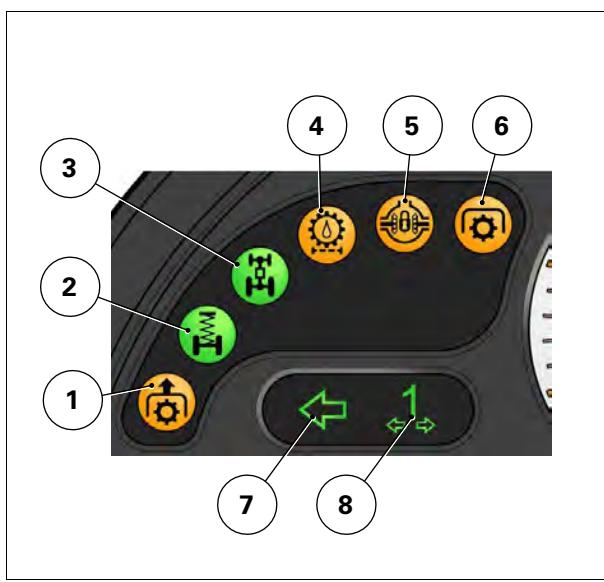

Рис. 4.
- (3) Панель световых индикаторов работы МОМ/подвесного переднего моста/блокировки дифференциала/давления трансмиссионного масла рис. 4.